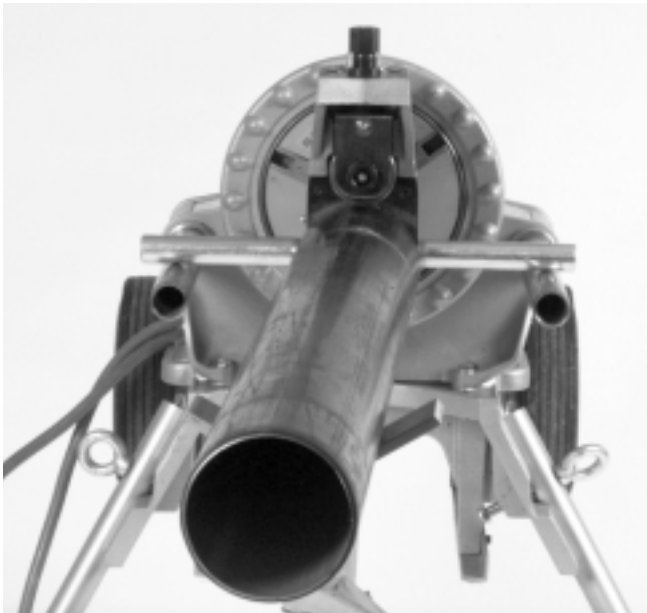

Figura 6 – En la posición de REVERSA, debe desplazarse el tubo
¡NOTA! Cuando la máquina funcione en reversa, desplace el tubo en ½ grado, aproximadamente, hacia el operador (Figura 6).
1. Si el tubo tiende a “caminar”, apartándose del rodillo de accionamiento, limpie el rodillo de accionamiento y aumente el grado de desplazamiento del tubo (Figura 6).